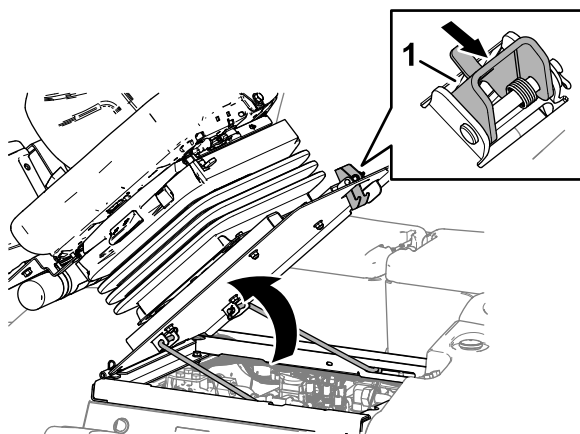

Figura 107
1. Mueva el enganche del asiento hacia fuera (Figura 107).